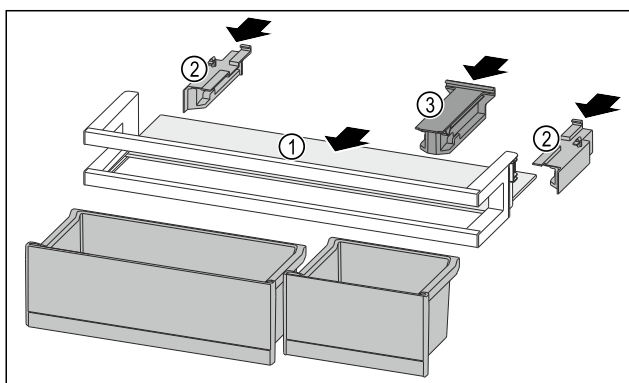

Fig. 142
- Umetnite policu Fig. 142 (1) u bočna udubljenja.
- Umetnite bočne dijelove Fig. 142 (2).
- Umetnite pridržni dio Fig. 142 (3).